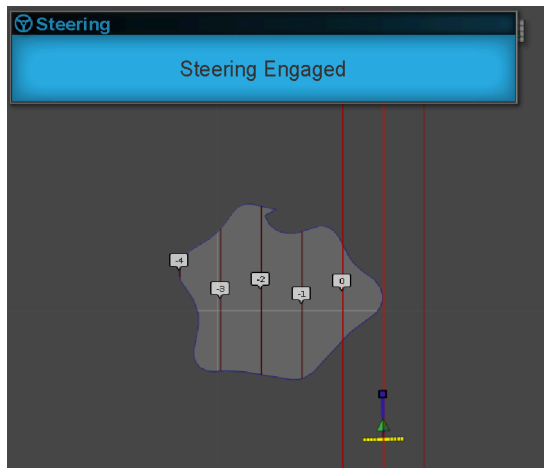

Bild 3
- LENKUNG AKTIVIERT: Ein visueller Alarm wird angezeigt, wenn die Lenkhilfefunktion aktiviert wird (Bild 3).